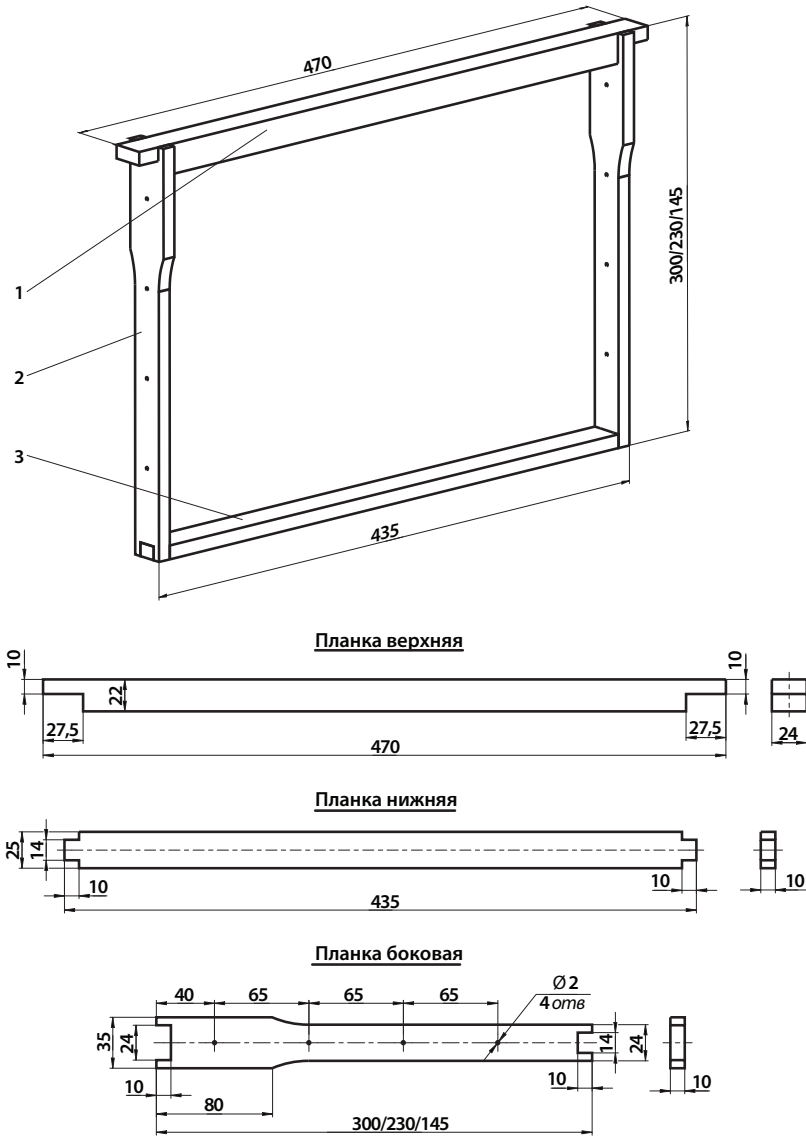

Рисунок 1. Общий вид рамки и размеры ее элементов
- настройку приставки для обработки планки боковой (рис.1, поз.2) (п.п. 5.1.1);
- настройку приставки для обработки планки нижней (рис.1, поз.3) (п.п. 5.1.2);
- установить кронштейн на приставку для обработки планки верхней (рис.1, поз.1) (п.п. 5.1.5);